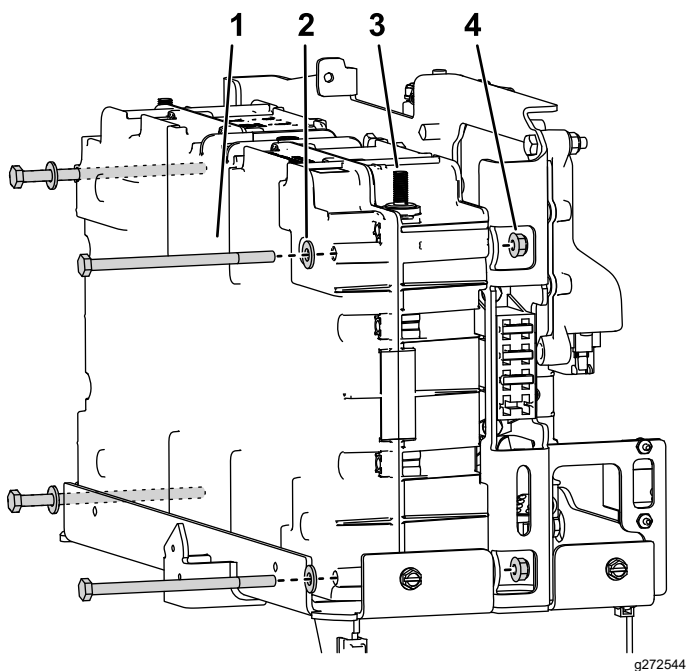

図8
3. バッテリープラットフォームにバッテリーを載せ、図8のように固定具を取り付ける。